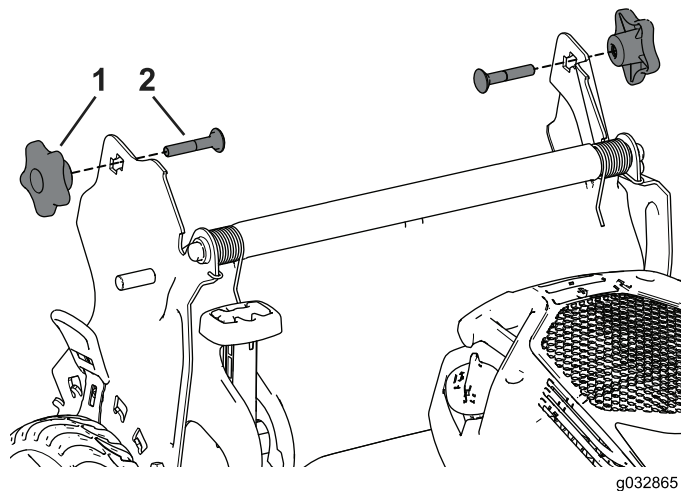

Рисунок 28
3. Вставьте каретный болт (так, чтобы головка болта была направлена внутрь) сквозь кронштейн рукоятки и в верхнее отверстие торцевой части рукоятки. Убедитесь в том что квадратная кромка каждого каретного болта вошла в верхнее или нижнее квадратное отверстие соответствующего кронштейна рукоятки (Рисунок 28).